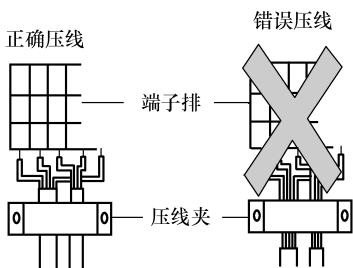

图 5-18 压线方法
① 环状端子接线方法。对于连机线末端是圆环的端子，其接线方法是取下接线螺钉，将螺钉穿过连接导线末端的圆环，然后接到端子排中，拧紧螺钉。
② 直端子接线方法。对于连机线末端不是圆环的端子，其接线方法是松开接线螺钉，将连接导线末端完全插入端子排中，拧紧螺钉，将连接导线轻轻向外拉，确认已经被夹紧。
③ 连机线压线方法。接线完成后，必须用压线夹将连机线压紧，压线夹应当压在连机线的外护套线上。压线方法如图 5-18 所示。